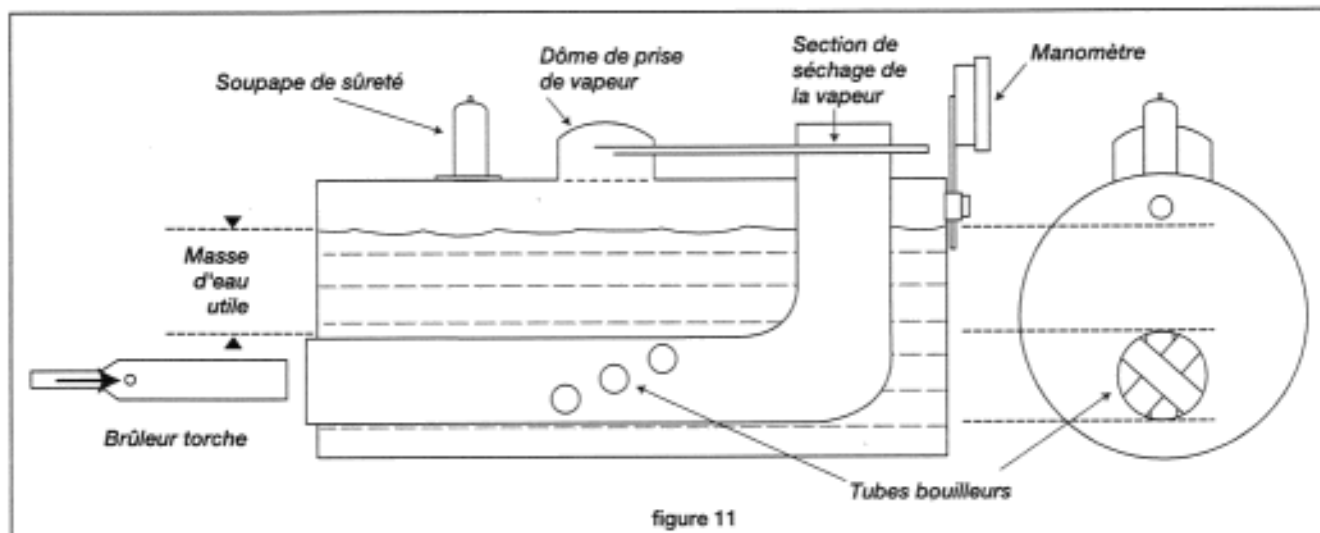

figure 11
a) à foyer interne à tubes bouilleurs transversaux : c'est le modèle de chaudière le plus couramment utilisé. (fig. 11)
Inconvénients : leur construction est délicate. Le brûleur envoie à l'extérieur une grande quantité de calories non utilisées car la surface de chauffe est moyenne. La masse d'eau utile est peu importante par rapport à la contenance totale de la chaudière, (voir fig.11), puisque les tubes bouilleurs doivent toujours rester en eau sous peine de fondre les brasures. L'ensemble est assez lourd.